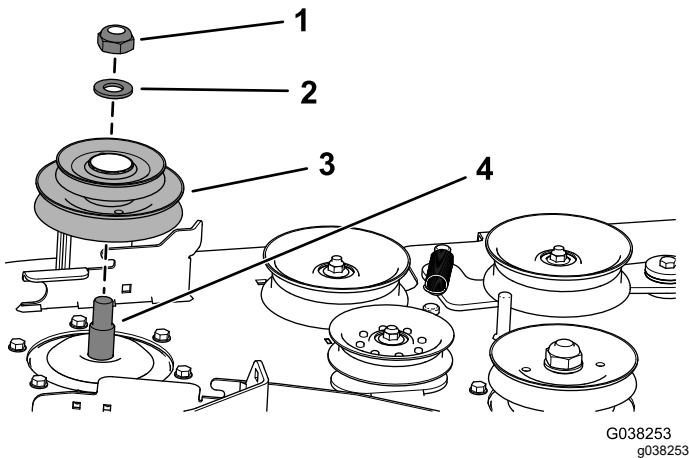

Bild 30
- Befestigen Sie die neu Doppel-Riemenscheibe mit der Sicherungsmutter (¾") und der Unterlegscheibe auf der rechten Spindelwelle (Bild 30).